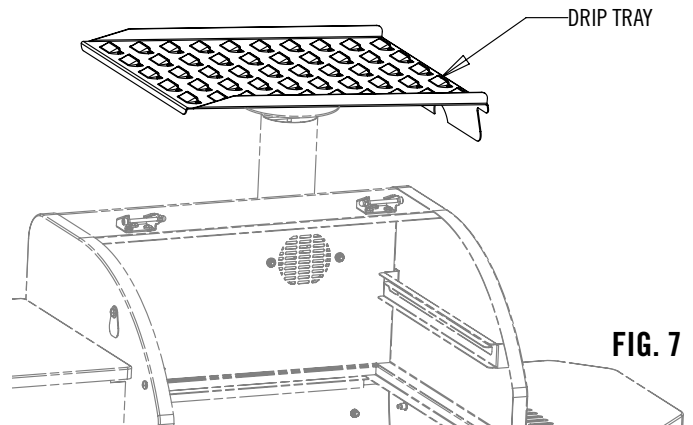

FIG. 7
1. Monter la lèchefrite comme indiqué aux Fig. 7 et 8.